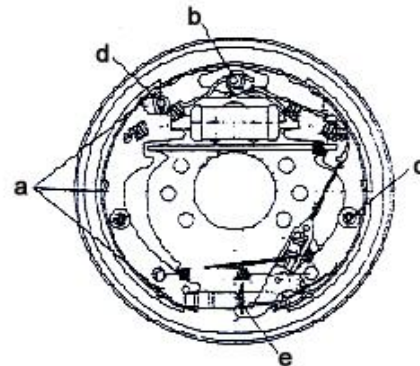

Рис. 2-27
- (1) Смажьте внутреннюю полость и поршень тормозного цилиндра тормозной жидкостью, затем соберите поршневую пружину, манжету, поршень, защиту в нужной последовательности.
- (2) Установите тормозной цилиндр на тормозном щите.
- (3) Установите тормозной щит на ведущей оси.
- (4) Покройте места, указанные на рис. 2-27 термостойкой смазкой, будьте осторожны, чтобы не размазать масло по фрикционным накладкам.
- (5) Используйте E-образное стопорное кольцо, чтобы закрепить тросик стояночного тормоза.